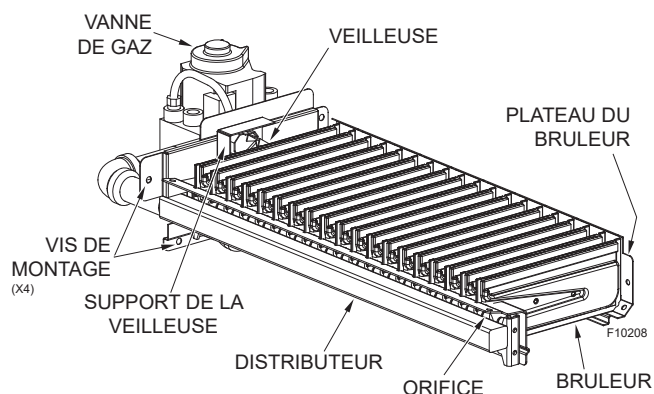

Figure 40. Assemblage du brûleur
7. Retirez (4) les vis comme le montre la figure 40.